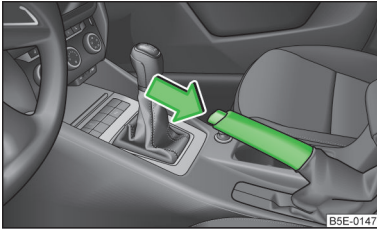

Abb. 119
- Den Handbremshebel etwas hochziehen und **gleichzeitig** den Sperrknopf » Abb. 119 hineindrücken.